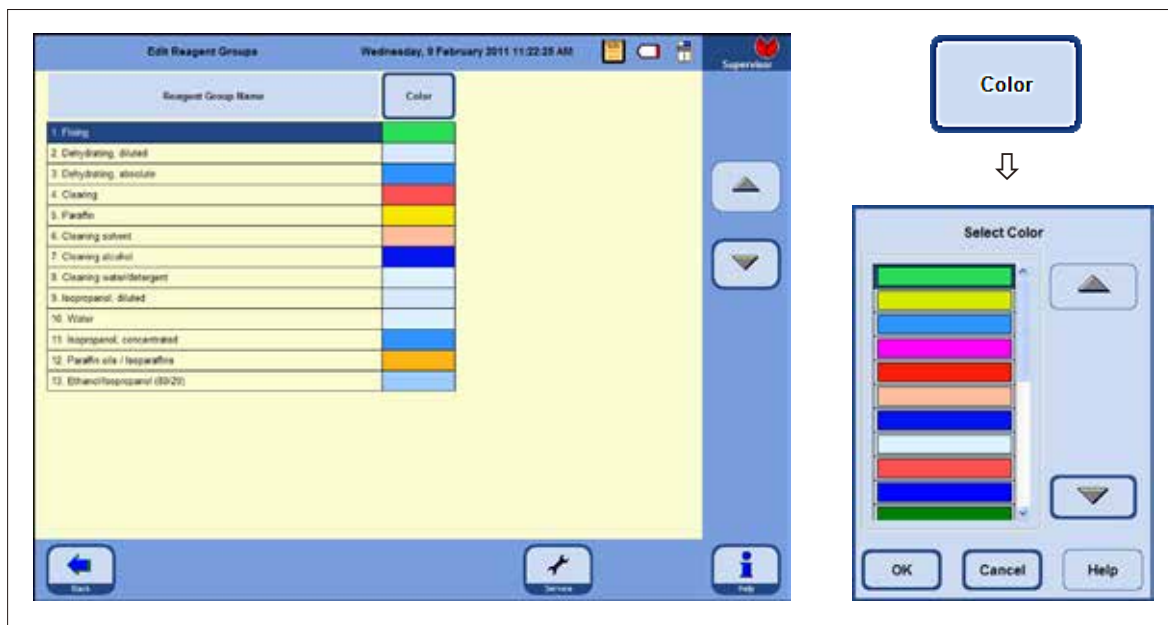

Fig. 148
Na janela **EDIT REAGENT GROUPS** (Fig. 148) você pode selecionar as cores que serão utilizadas em cada grupo de reagentes do display do programa.
- Ao pressionar o botão **COLOUR** no cabeçalho da tabela; a janela **SELECT COLOR** aparece (Fig. 148).